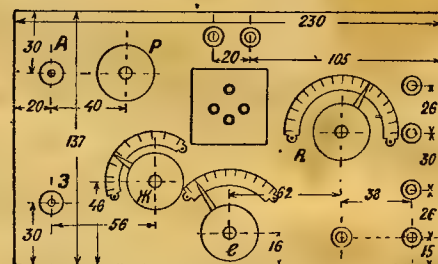

Рис. 8. Разметка доски.
реключателя катушки, 4 отверстия для гнезд и 2 для клемм антенны (A) и земли ($З$). Теперь нам придется проделать дополнительно два отверстия еще для двух рукояток, одно для реостата R и одно для переключателя P . Кроме того, придется проделать еще три отверстия для дополнительных гнезд. Вся разметка доски дана на рис. 8. В доске нужно еще прорезать квадратное отверстие для панели с ламповыми гнездами.